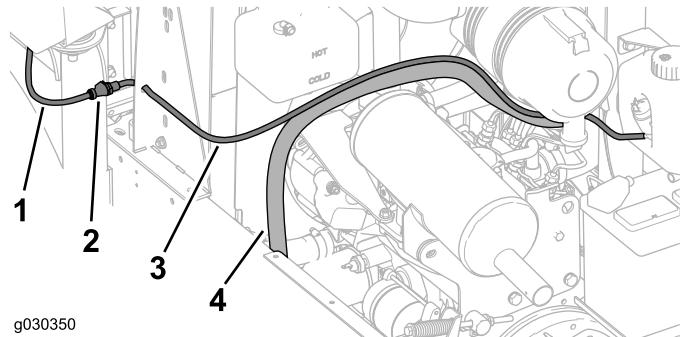

Figura 43
- 3. Dirija la manguera del lavaparabrisas y conéctela a la manguera del lavaparabrisas desde la cabina (Figura 43).